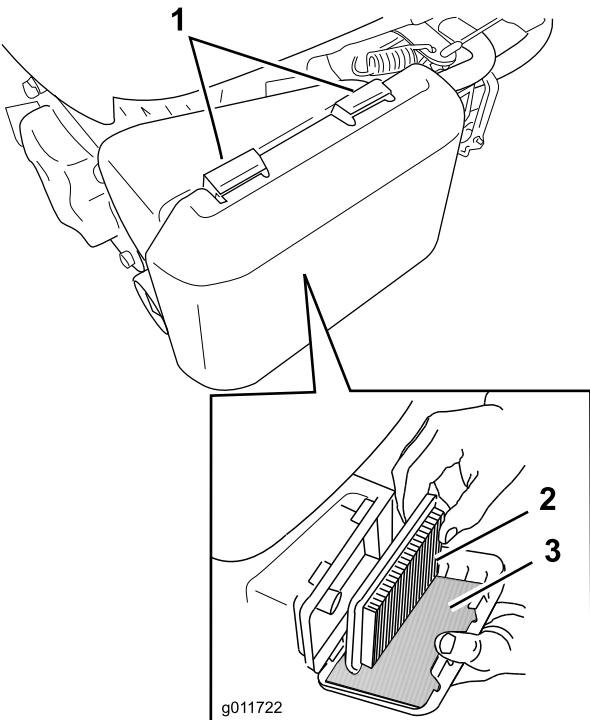

Figure 25
- Appuyez sur les languettes de verrouillage en haut du couvercle du filtre à air (Figure 25).
- 3. Retirez l'élément en papier et le préfiltre en mousse (Figure 25).